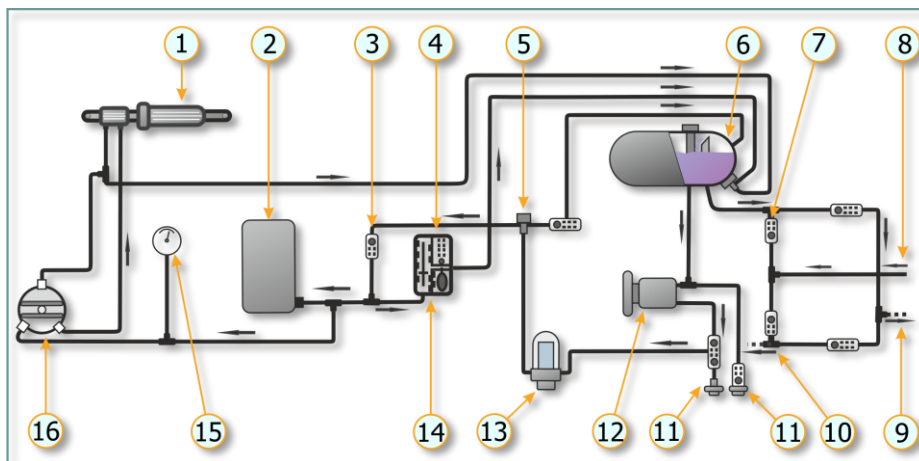

Рис. 5.5. Схема гидросистемы гидроусилителя
Гидросистема гидроусилителя предназначена для обеспечения снятия усилий в поперечном канале управления (по крену). Гидроусилитель имеет свою отдельную гидросистему (т.е. свой бачок, свой насос), назначение которой – непрерывно подводить к гидроусилителю масло (рабочей жидкостью является масло ЦИАТИМ-1М) под определённым давлением, обеспечивающим работу управления элеронами, Рис. 5.5.
Давление в системе создаётся постоянно работающим от двигателя насосом (12) (см. Рис. 5.5). Насос питается от бачка (6). Рабочая жидкость под давлением поступает в систему через фильтр (13) и обратный клапан (3), заряжая гидроаккумулятор (2), затем через кран (16) жидкость попадает в золотник гидроусилителя и в гидроусилитель. Выходящая из гидроусилителя жидкость поступает в бак. При повышении давления в системе до 60 ± 5 кг/см² автоматический разгрузочный клапан (14) переключает насос на холостой режим и питание гидроусилителя продолжается из гидроаккумулятора. При перемещении поршня гидроусилителя, а также из-за утечки давление в системе падает. При падении давления насос снова переключается на рабочий режим и пополняет гидроаккумулятор, повышая давление. Контроль за работой системы гидроусилителя осуществляется по манометру (15), установленному на левом борту. Для выключения, в случае необходимости, гидросистемы и перевода управления элеронами на ручное имеется перекрывной кран (16), отключающий линию давления от гидроусилителя. Кран отключения гидроусилителя должен быть всегда открыт, за исключением случаев, когда необходимо отключить подвод масла.